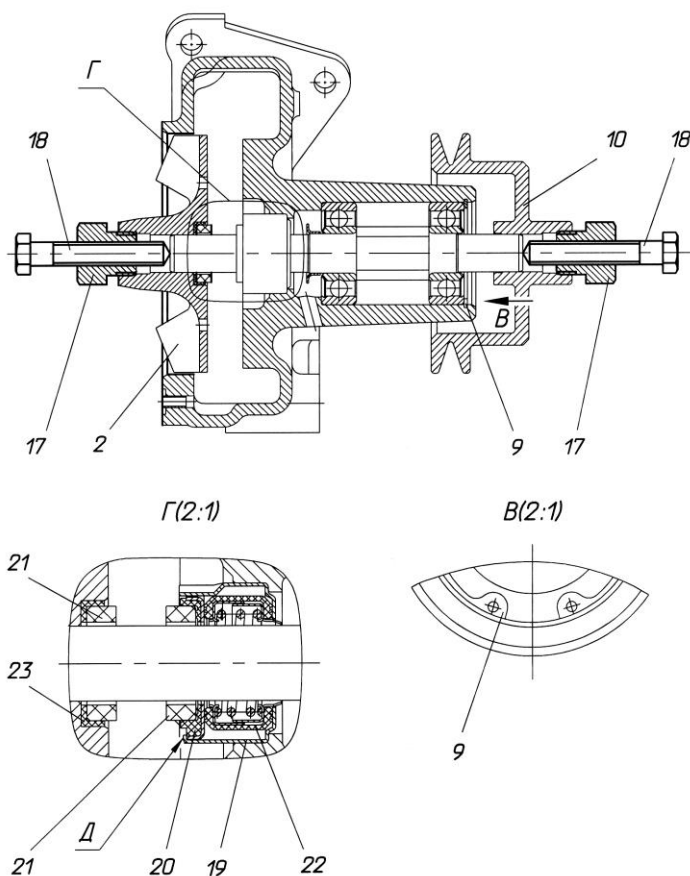

Рис. 14. Разборка водяного насоса:
9. Завернуть в резьбовое отверстие (М22х1,5) крыльчатки 2 гайку 17 съемника (рис. 14, 15) и, вворачивая болт 18, спрессовать крыльчатку 2 с вала 5.
10. Отогнуть «усы» Д корпуса 19 торцового уплотнения (рис. 14) и извлечь манжету 20, втулку 21 и манжету 22 с пружиной и каркасами в сборе.
7. Установить в латунный корпус 19 (рис. 14) детали торцового уплотнения;